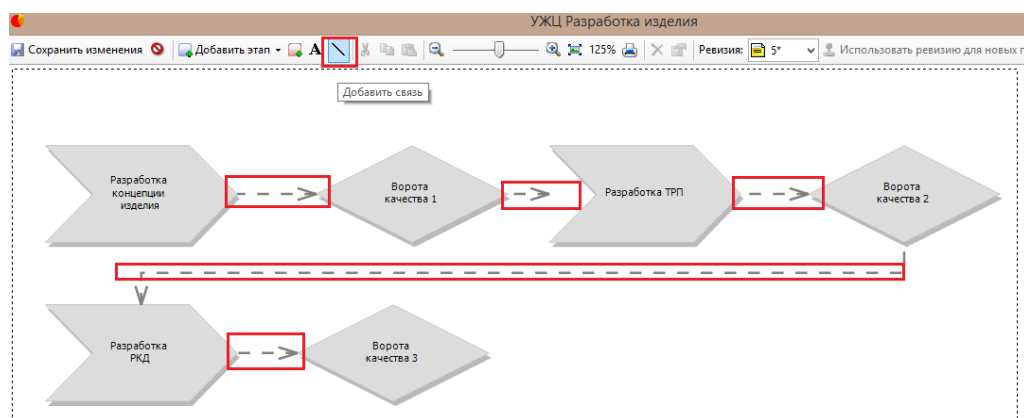

Рисунок 153 — Закладка формы «Диаграмма»
- для задания связей этапов в форме редактирования диаграммы (предварительно выбрав объект процесса в дереве, перейти на закладку формы «Диаграмма» и нажать кнопку «Редактировать») нажать кнопку меню «Добавить связь» в верхней панели инструментов, после чего левой кнопки мыши последовательно выбрать этапы, которые необходимо связать. Для сохранения изменений нажать кнопку «Сохранить изменения» в верхней панели инструментов (Рисунок 153);